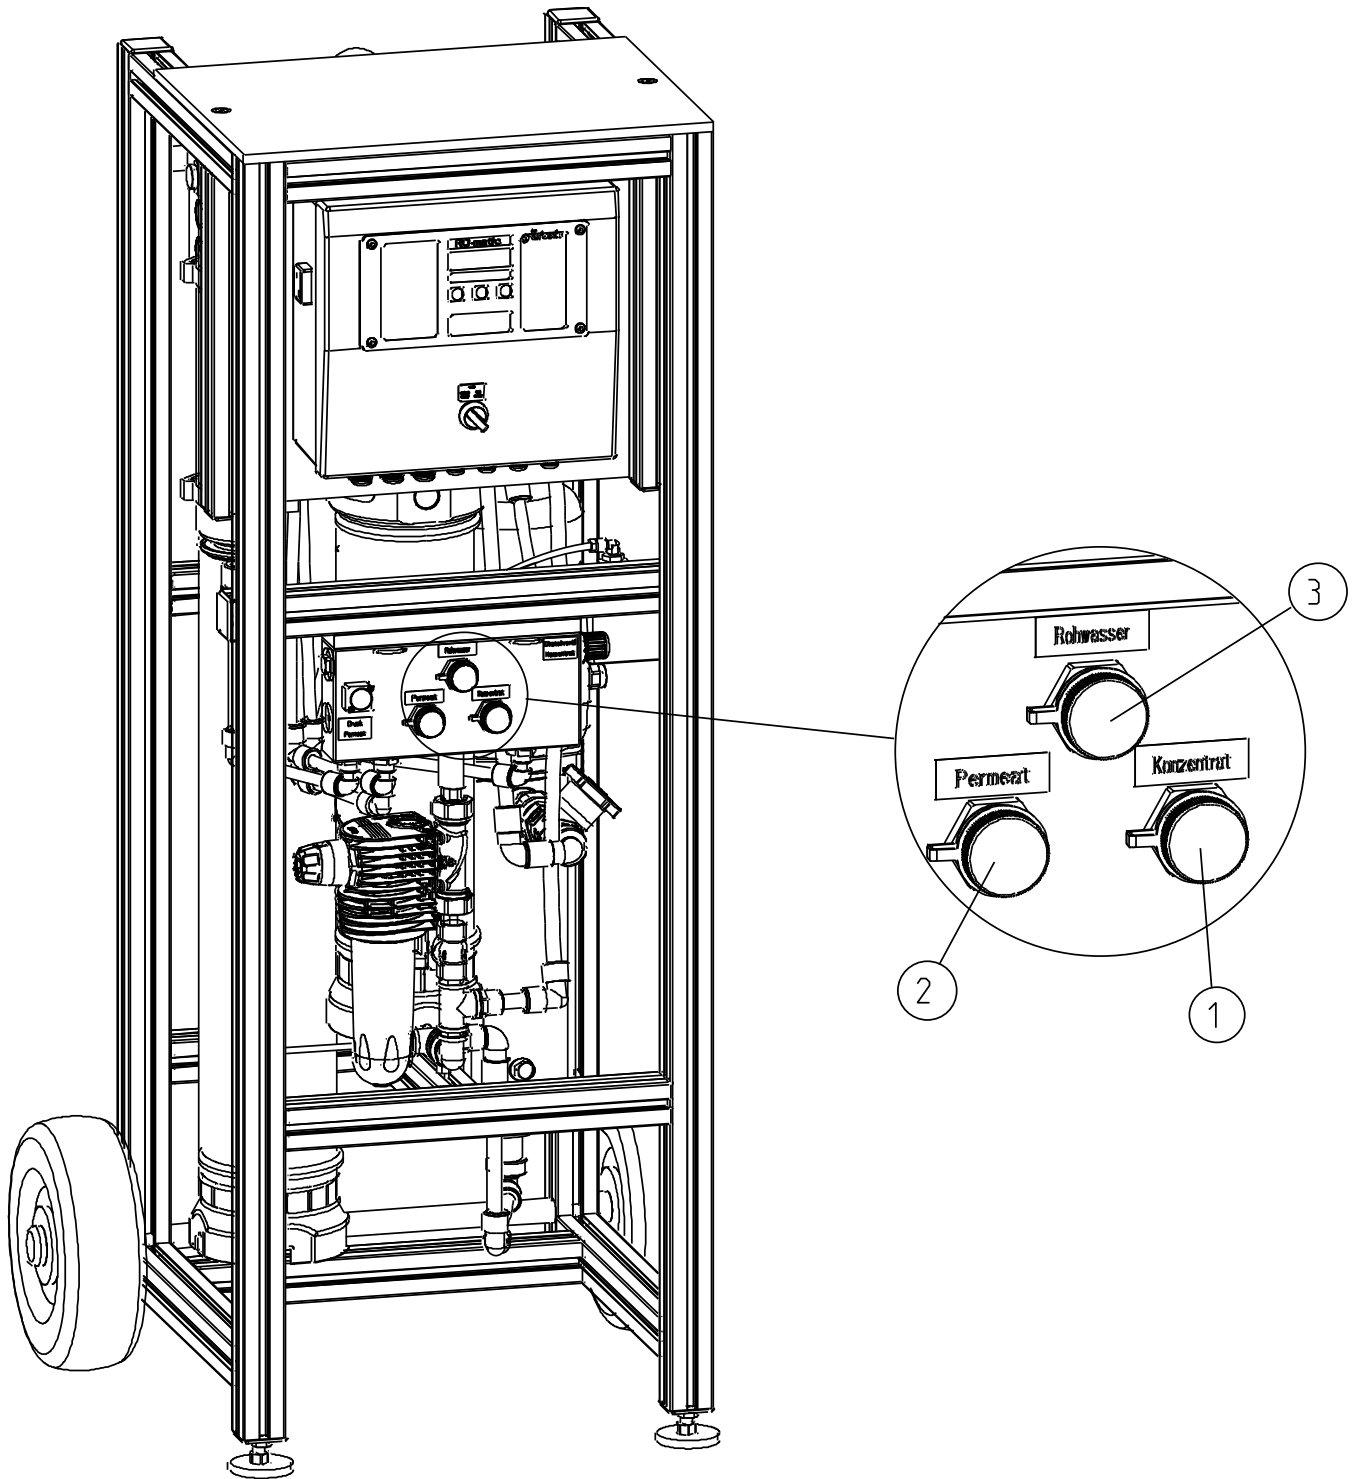

Abb. E-1: Anschlüsse Mobile Umkehrosmoseanlage AVRO-flex 400
- Speisewasser/Rohwasserschlauch an Anlage anschließen (siehe Abb. E-1, Pos. 3).
- Permeatschlauch an Anlage anschließen und am zufüllenden System anschließen (siehe Abb. E-1, Pos. 2).
- Konzentratschlauch an der Anlage anschließen (siehe Abb. E-1, Pos. 1). Leitung mit Gefälle zum Kanal führen und nach EN 1717 anschließen (freier Auslauf).
Die Membrane ist mit einem Konservierungsmittel für die Zeit der Lagerung und des Transports geschützt. Vor der erstmaligen Inbetriebnahme muss dieses Konservierungsmittel ausgespült werden. Dazu müssen Konzentratschlauch (siehe Abb. E-1, Pos. 1) und Permeatschlauch (siehe Abb. E-1, Pos. 2) zum Kanal geführt werden.